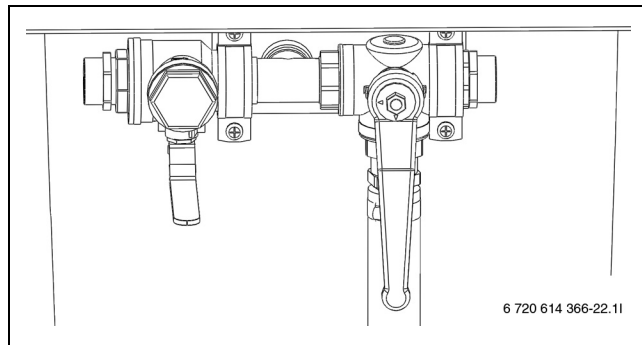

Bild 15 Påfyllnadsstation i blandningsläge
- ▶ Vrid ventilerna på påfyllnadsstationen så att de står i blandningsläge (→ Bild 15).